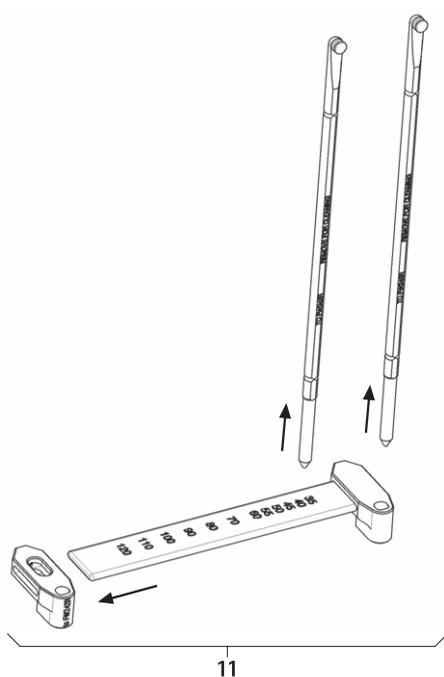

Fig. 7
- ▶ Desmontar o medidor do comprimento de barras 11, ver Fig. 7.